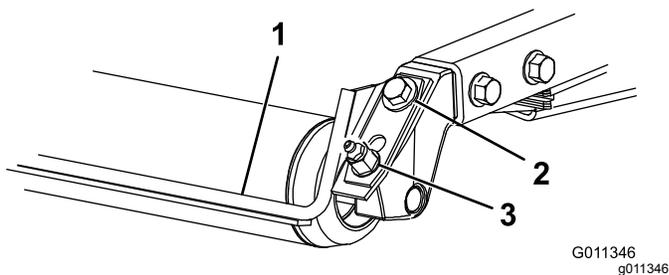

Рисунок 9
1. Ослабьте затяжку масленки для консистентной смазки и крепежный винт (Рисунок 9).